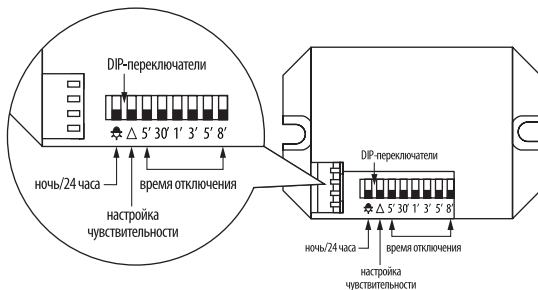

Рисунок 12. DIP-переключатели на корпусе ДДСк-01
5.6.2. Для датчика ДДСк-01 (рисунок 12):